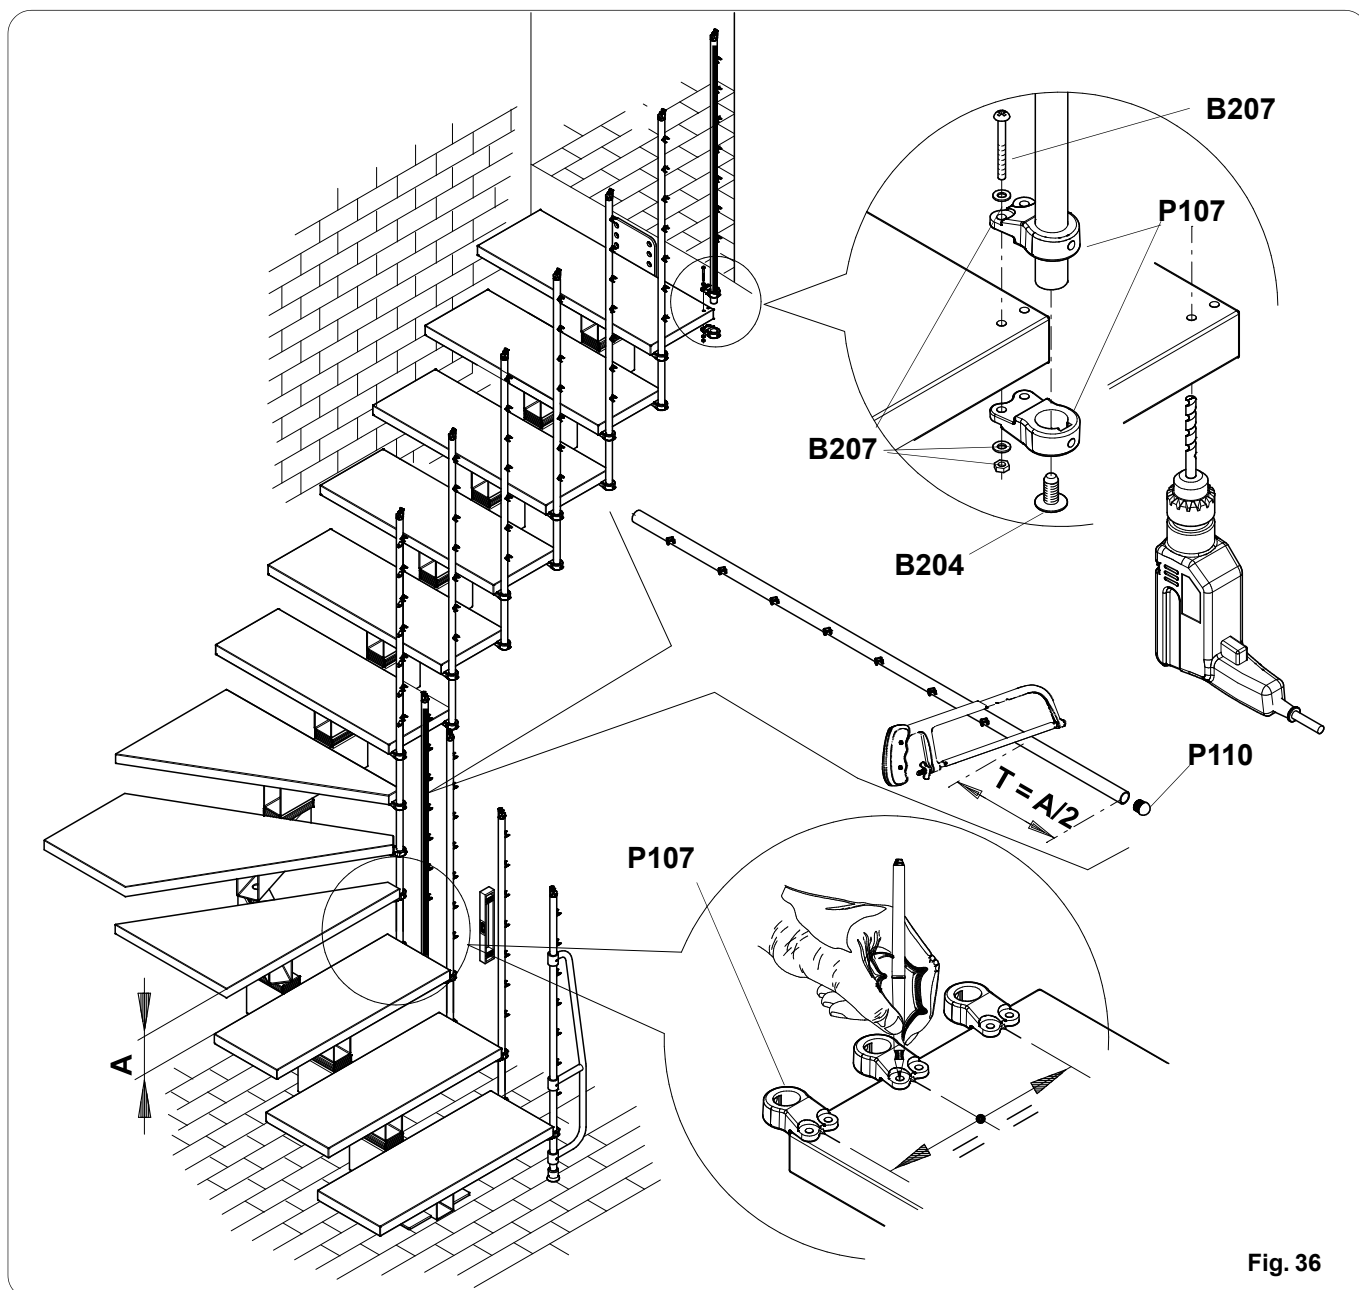

Fig. 36
- Il faut maintenant contrôler que les colonnes montées soient bien positionnées. En vérifier la verticalité, que les supports des câbles soit tournés vers l'extérieur de l'escalier, comme illustré fig. 36.
Marquer entre les deux supports fixés précédemment, la position d'un troisième élément, comme illustré fig. 36.